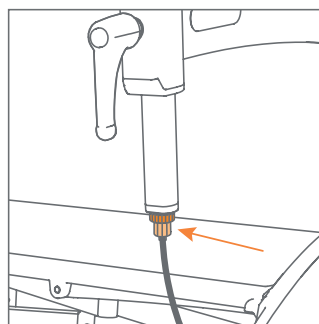

Abbildung 57: Detail der Bremsjustierung über die Justierschraube, direkt unter dem Verriegelungsring.
- b. Lösen Sie zuerst den Sicherungsring (ziehen Sie das Kabel nach unten, um es einfacher zu machen). Dies gibt Ihnen die Möglichkeit, die Justierschraube darunter festzuziehen oder zu lösen (**Abbildung 57**).
Der Rollz Motion hat Vollgummireifen aus PU und EVA-Schaum, während der Rollz Motion Performance vier Luftreifen hat. Diese Luftreifen werden durch regelmäßiges Überprüfen und ggf. Aufpumpen auf dem richtigen Druck gehalten (**Abbildung 57**). Die Innenschläuche sind mit einem Schrader-Ventil ausgestattet, auch bekannt als Moped- oder Autoventil.